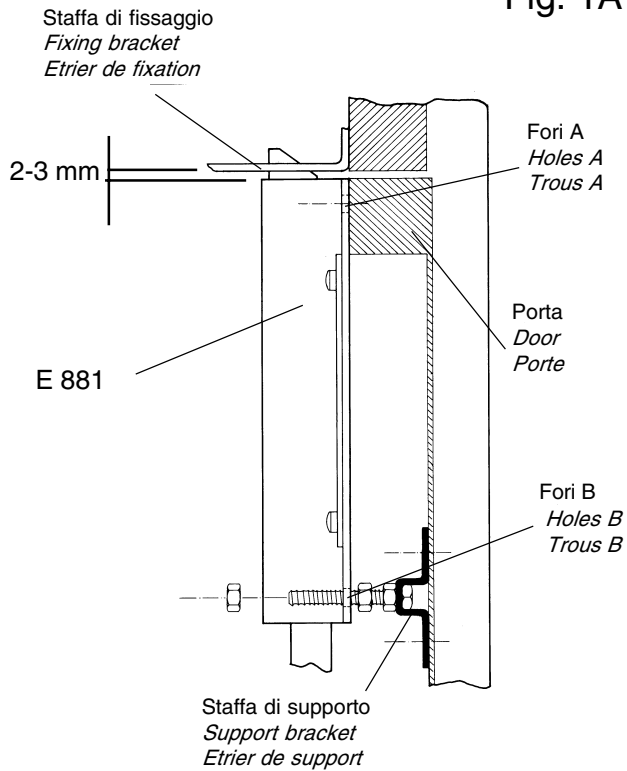

Fig. 1A
- Staffa di supporto per blocco di chiusura (fig. 1A).
- Posizionare il gruppo elettroserratura al telaio fissando la parte superiore (fori A fig. 1A) e la parte inferiore mediante la apposita staffa di supporto (fori B fig. 1A).
- Fissare la staffa di fissaggio all' intelaiatura della porta basculante lasciando uno spazio di 2 - 3 mm dalla staffa al gruppo elettroserratura (fig. 1A).
- Support bracket for locking system (fig. 1A).
- Position the electrical locking unit on the door frame and fasten the upper section (holes A fig. 1A) and the lower section (holes B fig. 1A) with the support bracket.
- Etrier de support pour le bloc de fermeture (fig. 1A).
- Positionner le groupe serrure électrique sur le châssis en fixant la partie supérieure (trous A fig. 1A) et la partie inférieure (trous B fig. 1A), avec l'étrier de support.